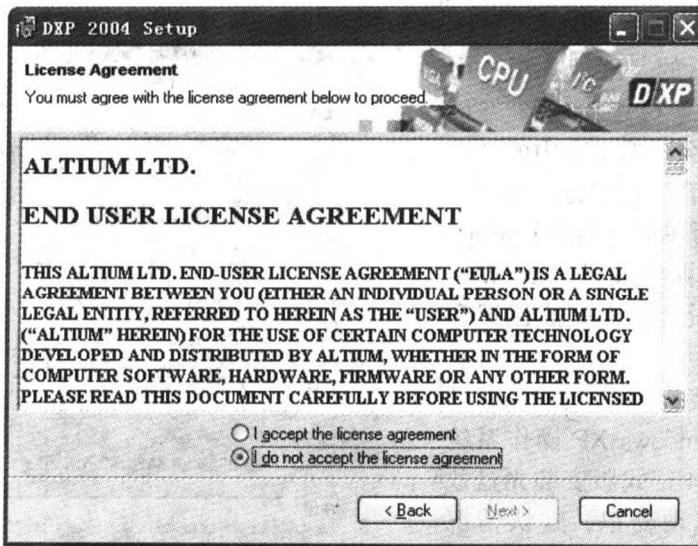

图 1-3 注册规则
4) 按下【Next】按钮之后，将进入图 1-3 所示的画面。在这个画面中，对话框内的文字是 Altium 公司对使用 Protel 2004 用户的一些要求。如果用户同意遵守这些要求，那么选择【I accept the license agreement】选项，并继续安装软件；如果不同意这些要求，那么选择【I do not accept the license agreement】选项，并退出安装。